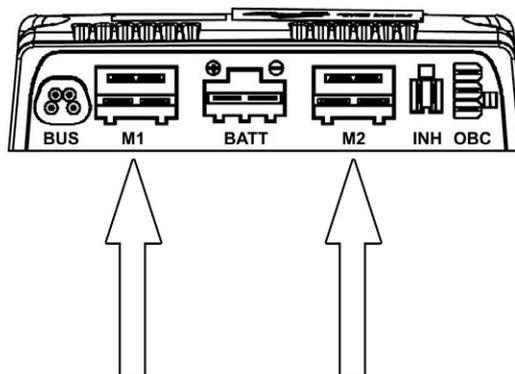

Abbildung 52. Kontakt der Magnetbremse und des Antriebsmotors von der Endstufe entfernen.
3. Kontakt der Magnetbremse und des Antriebsmotors an die Endstufe anschließen. Siehe Abbildung. 52.